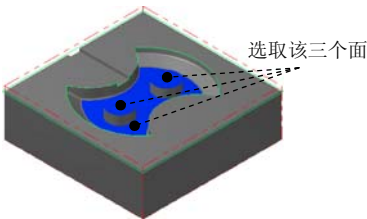
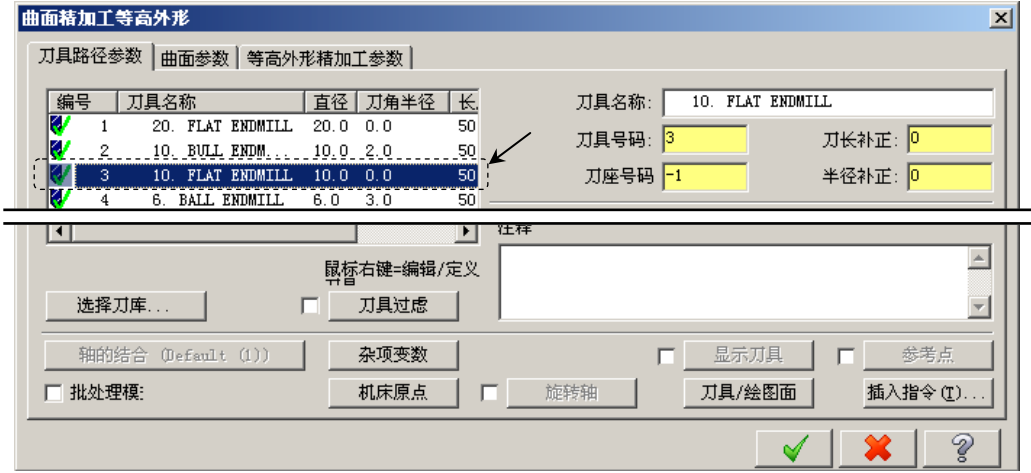

图 22.35 选取干涉面
图 22.36 “刀具路径参数”选项卡
(2) 单击 **干涉面** 区域中的 按钮, 选取图 22.35 所示的面为干涉面 (共 3 个), 然后按 Enter 键。
(3) 单击  按钮，完成加工区域的设置，同时系统弹出“曲面精加工等高外形”对话框。
Step3. 选择刀具。在“曲面精加工等高外形”对话框中，取消选中 ☐ **刀具过虑** 复选框，然后选择图 22.36 所示的刀具。